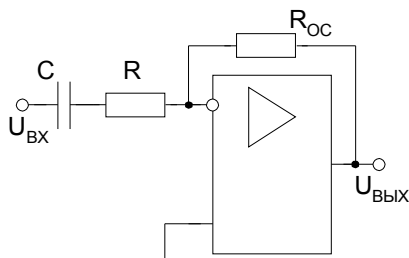

Рис. 34
5.23. Рассчитать активный фильтр ВЧ (рис. 34) с $K_U = 50$, $f_{cp} = 500$ Гц, $\tau_{OY} = 15,9 \cdot 10^{-3}$ с.